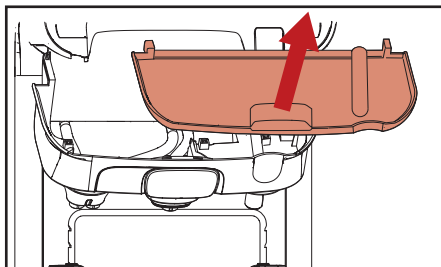

Bild 5.11 - Ta ut intern dropbricka
- c. Ta bort den interna dropbrickan och rengör den om det behövs (bild 5.11).